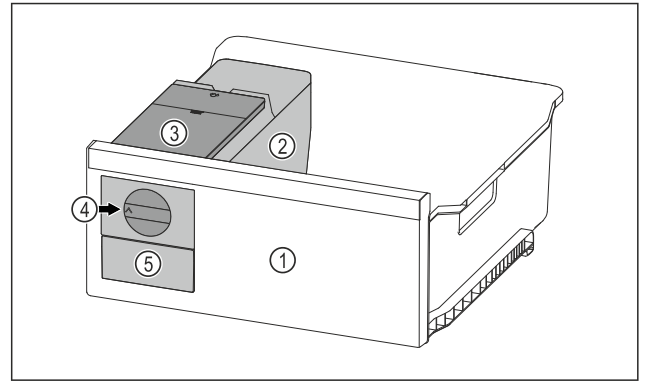

Fig. 66 Примерно изображение
- ▶ Завъртете въртящото се копче Fig. 66 (4) по часовниковата стрелка до упор.
- ▷ Ледените кубчета падат от формата за ледени кубчета в чекмеджето за ледени кубчета Fig. 66 (5).